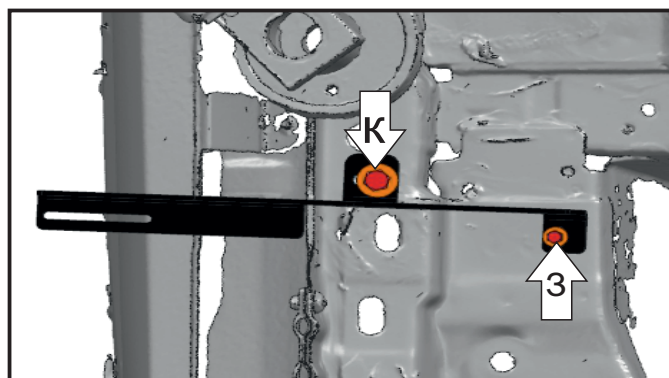

Рис. 6
7. Со стороны пассажира при помощи болта М6х30, шайбы 6 и втулки 10 мм закрепить заднюю часть заднего кронштейна через штатную резьбу (З)(Рис. 6). Со стороны водителя при помощи болта М6х30, шайбы 6 и втулки 8 мм закрепить заднюю часть заднего кронштейна через штатную резьбу (И)(Рис. 7). Переднюю часть заднего кронштейна закрепить болтом М10х30 с шайбой 10 на установленную гайку закладную М10 с проволокой (К) (Рис. 6,7).